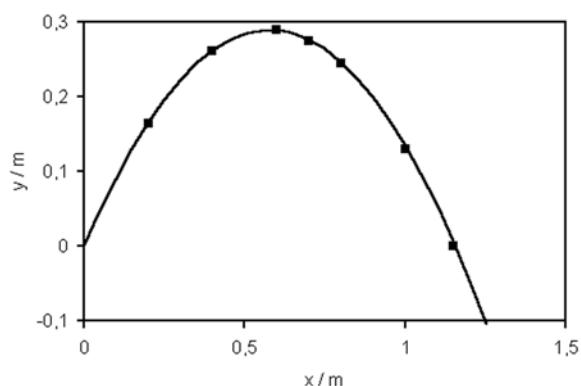

Fig. 3: comparação dos valores medidos e do cálculo, x = distância de vôo, y = altura do vôo, símbolos = valores medidos, linha = equação 5
- A velocidade de lançamento com a menor tensão da mola é então de aproximadamente 3,37 m/s. Com este valor pode ser agora calculada a parábola de lançamento conforme a equação 5 e comparado o valor com os outros valores de medição. O resultado está representado na Fig. 3.